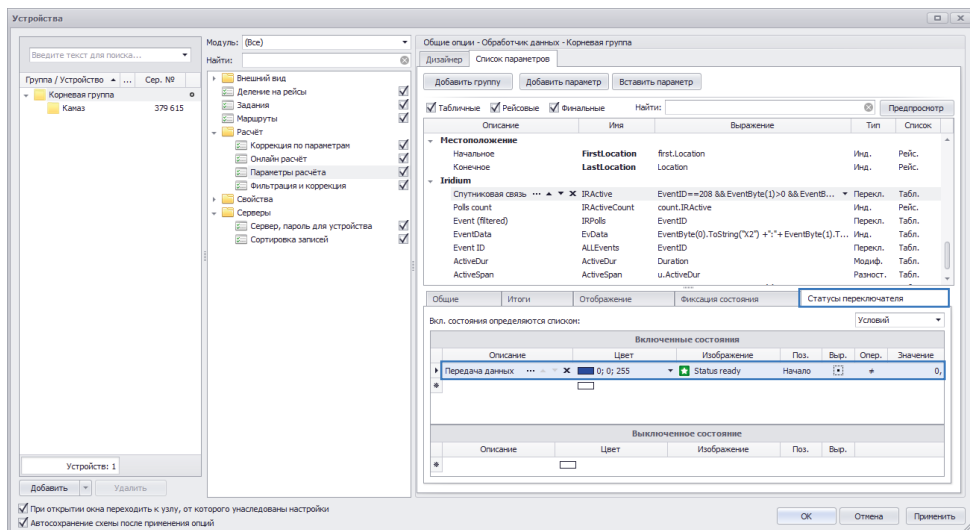

Рис.19. Настройка статусов параметра.
- на вкладке «Статусы переключателя» задать включенное состояние параметра. Для этого добавить новое состояние в таблицу «Включенные состояния» и настроить. Пример настройки показан на Рис.19;